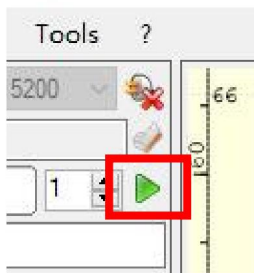

Bild 1 Start
• Bild 1 • c. Der
Bild 1 zeichnen Sie einen Mittelpunkt auf